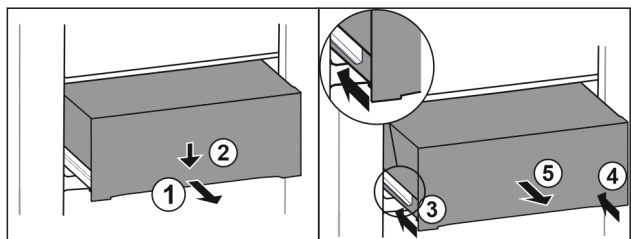

Fig. 121
- Изтеглете чекмеджето наполовина. Fig. 121 (1)
- Натиснете надолу чекмеджето от предната страна. Fig. 121 (2)
- Вкарайте лявата релса приблизително 2 cm навътре. Fig. 121 (3)
- Вкарайте дясната релса приблизително 2 cm навътре. Fig. 121 (4)
- Извадете чекмеджето напред. Fig. 121 (5)